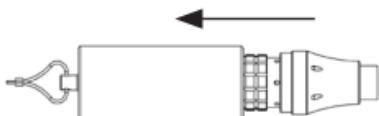
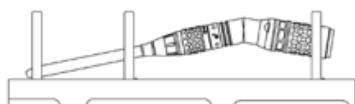

Figure 1
Figure 2
Remarque: avant d'utiliser le panier de nettoyage et de stérilisation G1 pour la première fois, attacher le manchon du connecteur sur le panier en l'agrafant sur la structure de support interne (Figure 2). Le manchon du connecteur reste avec le panier pour des usages ultérieurs.
- Retirer le manchon du connecteur du connecteur de la pièce à main (Figure 1). Remettre le manchon du connecteur dans son support et poser le connecteur de la pièce à main dans le fond du panier.
Avertissement - Le manchon du connecteur de la pièce à main doit être retiré du connecteur de la pièce à main avant la stérilisation (Figure 1). Consulter le schéma de chargement du panier de nettoyage et de stérilisation G1 pour connaître les configurations validées de chargement. Les accessoires en coude doivent être chargés dans l'orientation correcte tel qu'illustré à la Figure 2.